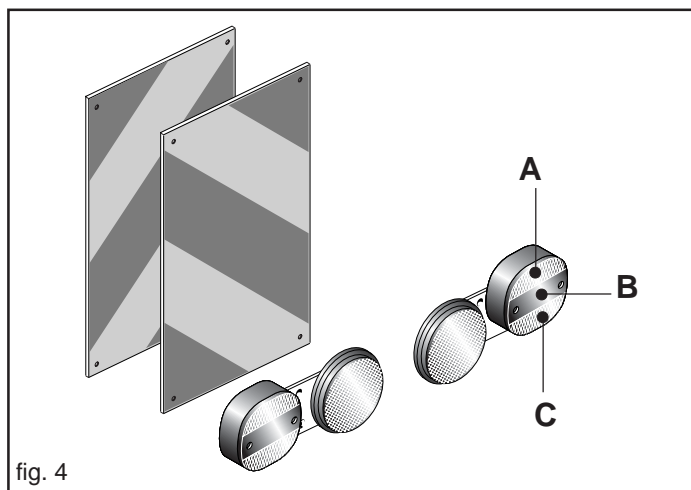

fig. 4
- 35) Wenn die geschleppten oder an dem Schlepper angebrachten Ausrüstungen und Geräte die Sichtbarkeit der Signalisierungs- und Beleuchtungsvorrichtungen des Schleppers verdecken, müssen diese Vorrichtungen auch an den Ausrüstungen angebracht werden, wobei die Vorschriften der im jeweiligen Anwendungsland geltenden Straßenverkehrsordnung zu beachten sind. Beim Gebrauch ist zu kontrollieren, daß die Anlage einwandfrei funktioniert. Nachstehend wird die korrekte Sequenz der Leuchten angegeben (Abb. 4):